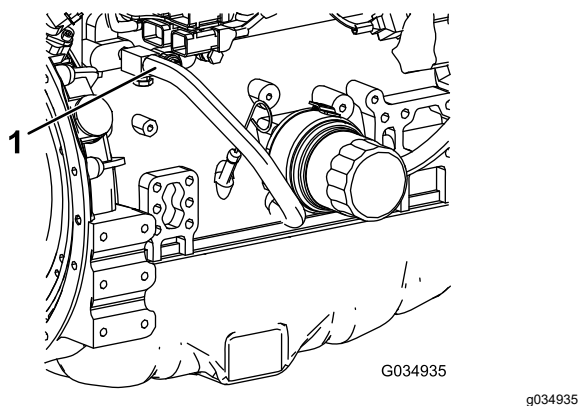

Рисунок 125
7. Отсоедините шланг охлаждающей жидкости от маслоохладителя двигателя (Рисунок 125).